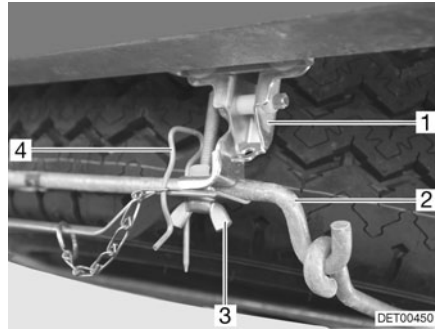

Fig. 215 Rueda de repuesto en el cesto de alojamiento
- Extraer los dos pasadores de retención (Fig. 215,4).
- Soltar los dos tornillos de orejetas (Fig. 215,3) en el gancho (Fig. 215,1) derecho e izquierdo del soporte de la rueda de alojamiento.
- Empujar ligeramente hacia arriba el estribo (Fig. 215,2), tirar el gancho hacia delante y desenganchar el estribo.